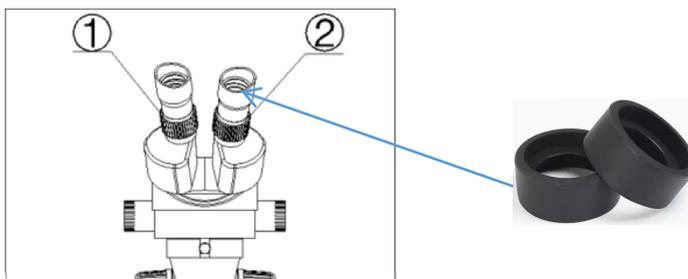

Fig. 4
- Fig.4 5) Gire la perilla de control del zoom al mínimo aumento.
41) Vuelva a realizar los pasos (1), (3), (4) y (5) hasta que el anillo de ajuste derecho esté más preciso.
42) Realice el paso (4) y aclare la imagen que se observa. a través del ocular izquierdo girando el anillo de ajuste de dioptrías izquierdo ①.(Fig.4)
Para usar la base del plato giratorio, bloquee el tornillo de banco apretando el tornillo de tensión giratorio hasta que la bola no gire. La plataforma giratoria ahora se convierte en su rotación, lo que le permite ajustar el centro de rotación del trabajo en el campo de visión del microscopio. Alinee el centro del plato giratorio con el centro de la vista del microscopio (FIG. 4). Cambie las vistas de trabajo reposicionando el tornillo de banco.